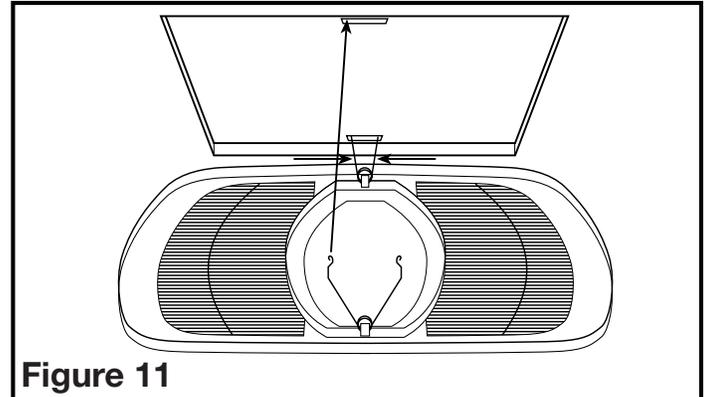

Figure 11
- Installer la grille en pressant ensemble les deux extrémités des ressorts et en les installant dans les fentes du châssis du ventilateur. Pousser la grille en position (**Figure 11**).
- Remplacement de l'ampoule :** débrancher l'alimentation de l'unité. Enlever la grille en la tirant vers le bas et en pressant ensemble les ressorts de la grille pour dégager le bâti (**Figure 11**).